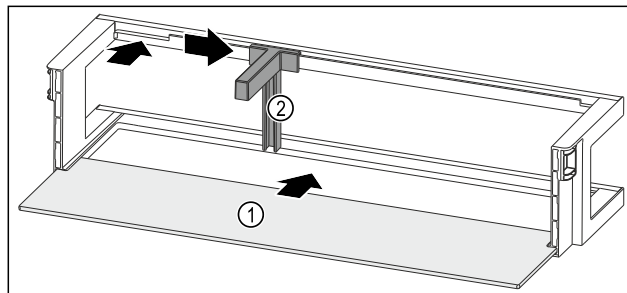

Fig. 101 Raft montat pe ușă cu raft
- ▶ Împingeți în interior raftul Fig. 101 (1) în degajările laterale.
- ▶ Introduceți suportul pentru sticle Fig. 101 (2) în degajare.
- ▶ Împingeți în lateral suportul pentru sticle Fig. 101 (2) în poziția dorită.